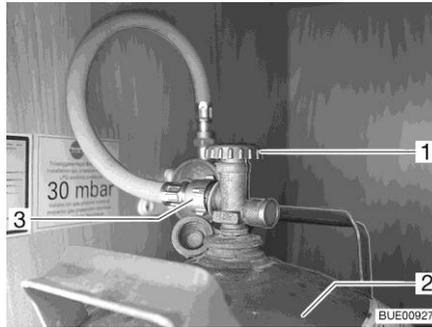

Fig. 186 Compartiment à gaz
- Fermer le robinet principal (Fig. 186,1) de la bouteille de gaz (Fig. 186,2). Observer le sens de la flèche.
- Dévisser la lyre (Fig. 186,3) de sur la bouteille de gaz.